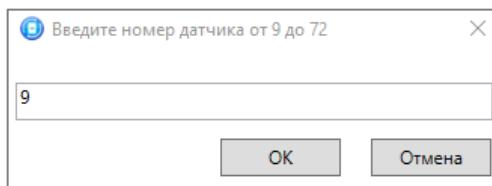

Рисунок 4.37 — Ввод номера радиоустройства
2. В открывшемся окне укажите номер радиоустройства из числа еще не занятых в нумерации ШС, ШС СКП и радиоустройств (в указанном диапазоне) и нажмите кнопку *OK* (см. рисунок 4.37).